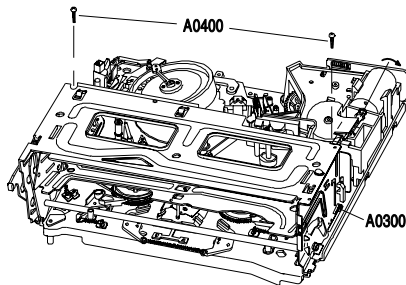

Fig. 3
Der Aus- und Einbau des Cassettenschachtes ist nur in der Laufwerksposition Eject möglich. Der Schieber Pos. A0300 ist dabei in hinterster Position (Fig. 3):
- Taste "EJECT" drücken oder den Mitnehmer des Lademotors so lange drehen (Pfeilrichtung siehe Fig. 3), bis der Cassettenschacht in der Laufwerksposition Eject ist.
- 2 Schrauben Pos. A0400 herausdrehen (Fig. 3).